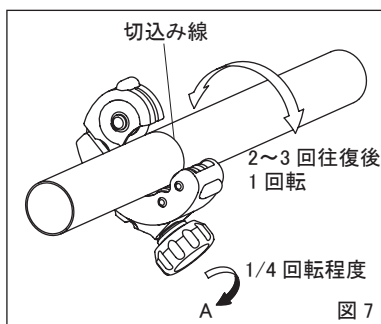

図 7
② カッタ刃がパイプに当たったところから、さらにグリップを矢印Aの方向に1/4回転程度まわしてから本体をパイプ外周にそって90°程2～3回往復させます。さらに本体を1周させ全周に切込み線をつけます(図7)。